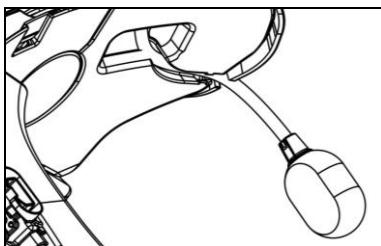

Bilde 7
- Sett systemet inn i det dertil bestemte setet på baksiden av hjelmen, og trykk det helt inn i fordypningen (Bilde 7).